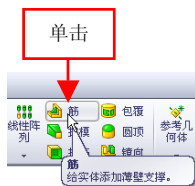

图 5-37 单击【筋】按钮
(2) 在【特征】选项卡中，单击【筋】按钮，如图 5-37 所示。